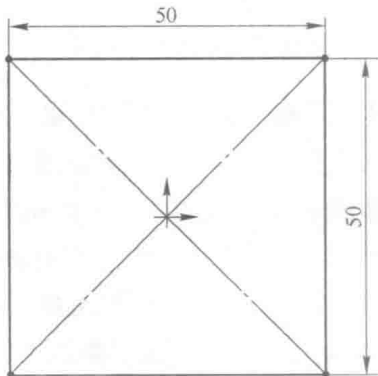

图 3-2 绘制 50×50 矩形
(1) 启动 SolidWorks 软件，选择菜单“文件”→“新建”命令，在弹出的新建文件对话框中选择“零件”，单击“确定”按钮，进入零件设计界面。
(2) 从特征管理器中选择“上视基准面”，单击“正视于”按钮，单击“草图绘制”按钮，进入草图绘制界面。单击“中心矩形”按钮，绘制中心位于原点 50×50 的矩形，如图 3-2 所示。